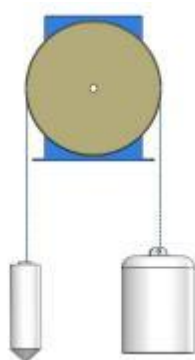

图1
3.1 本仪器由浮子、悬索、平衡锤、水位轮、水位编码器、显示器、滚动压轮组件、输出插座等部分构成，如图1所示。